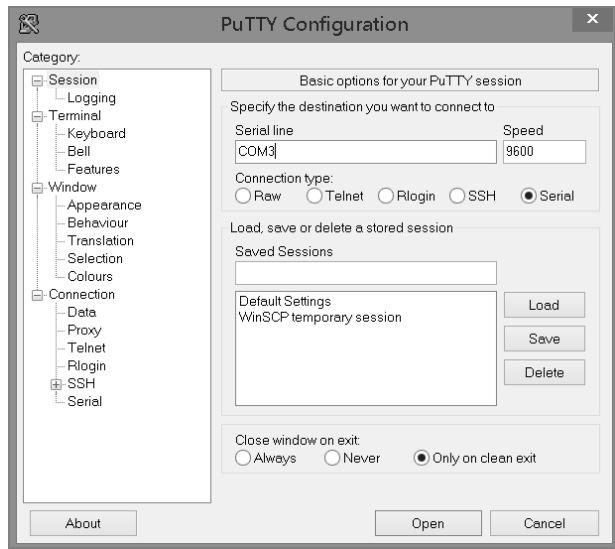

图 C-9
- 5) 打开 Putty 软件，单击“Session”，在【Connection type】分类中选择【Serial】串口模式，输入端口号和波特率（默认波特率：9600）如图 C-9 所示。